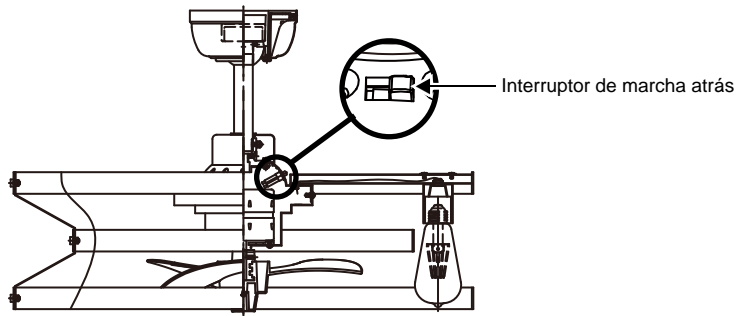

Fig. 21
**NOTA:** Este sistema de control NO está diseñado para "invertir" la rotación de las cuchillas. Para colocar las aspas del ventilador en reversa, el interruptor deslizable de reversa se encuentra en la parte superior de la carcasa del motor. (Fig. 21)